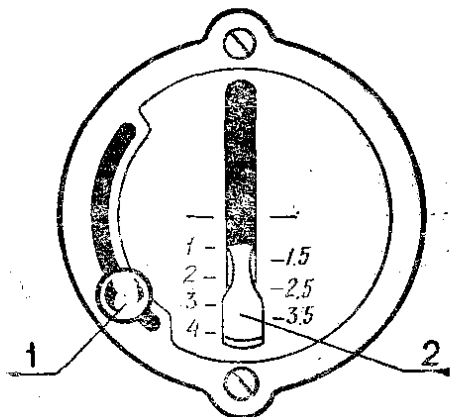
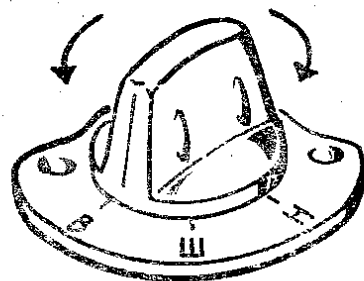

Рис. 25
Рис. 27
Длина стежка устанавливается рычагом регулятора 2 (рис. 25).
Выбранная величина подачи фиксируется винтом 1 (рис. 25).
9.5. Обратное направление подачи материала осуществляется путем перемещения рычага 2 (рис. 25) вверх до упора.
9.7. Регулирование высоты подъема зубцов двигателя материала производят ручкой на платформе (рис. 27).
При штопке необходимо ручку (рис. 27) поставить на риску В. Регулятор строчки — в положение 0 (рис. 25). Продвижение материала производится вручную в тот момент, когда лапка для штопки поднимается над материалом. Максимальная толщина материала при штопке 3 мм.
При вышивании нажимную лапку снимают. Рычаг подъема лапки опускают вниз. Рычаг регулятора строчки ставят в «нулевое» положение (рис. 25). Ручку регулятора подъема двигателя материала (рис. 27) ставят в положение В (вышивание).